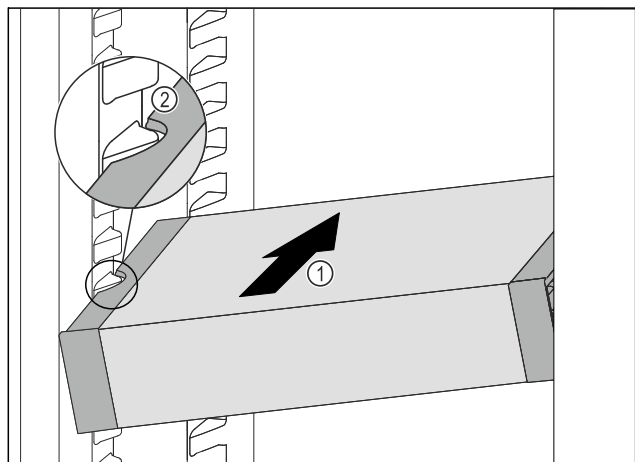

Fig. 89
- ▶ VarioSafe schräg in das Kühlteil einschieben Fig. 89 (1), bis sich die seitlichen Aussparungen Fig. 89 (2) des VarioSafes auf Höhe der Behälterrippe im Kühlteil befinden.